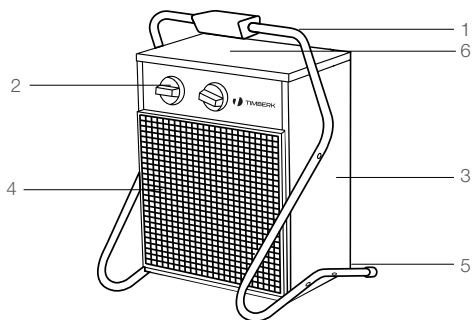

Рис. 2
1. Для подключения к электрической сети тепловентилятор комплектуется сетевой вилкой, установленной на корпусе прибора и ответной сетевой розеткой. Схема расположения контактов на вилке указана на рис. 2.